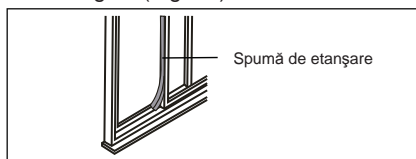

Fig. 21
6. Tăiați spumele de etanșare la lungimile adecvate și etanșați spațiul rămas liber între geamul culisant și cel exterior, ca în Fig. 21.